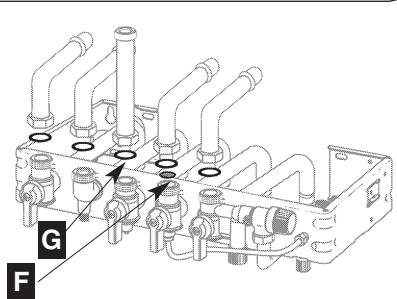

Fig. 11
- de verschillende dichtingen plaatsen, **G (rubber) voor het gas, de waterfilterdichting F voor het koude water**, en de aansluitingen van de verbindingstuigen vastklemmen te beginnen met de gasbuis (fig. 11)